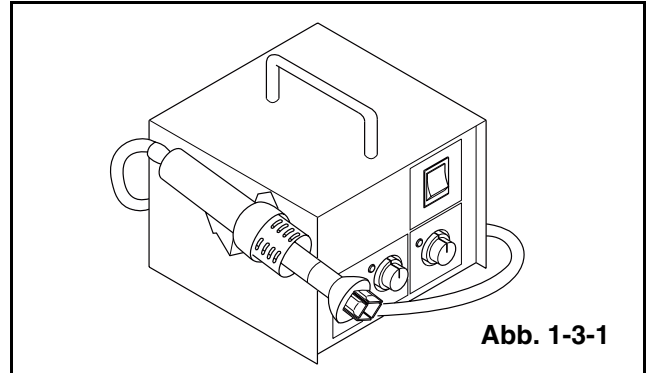

Abb. 1-3-1
- (1) Bereiten Sie das Heißluft Flat Pack-IC-Entlötungsgerät vor und geben Sie heiße Luft auf die Flat Pack-IC (ca. 5 bis 6 Sekunden lang). (Abb. 1-3-1)